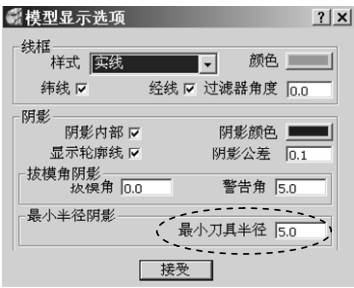

图 1-56 最小刀具半径设置
3) 设置最小刀具半径: 在 PowerMILL 下拉菜单条中单击“显示”→“模型”, 打开“模型显示选项”对话框。设置最小刀具半径为 5, 如图 1-56 所示, 单击“接受”按钮。